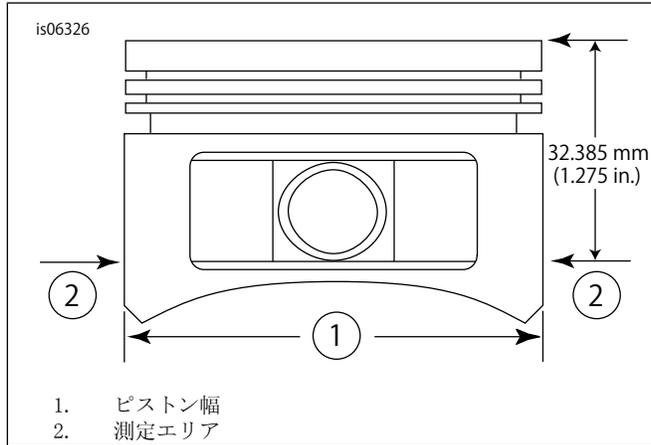

図2。ピストン測定
5. 「図2」を参照してください。ピストン幅(1)を、ピストンピン穴の両側から水平に90度、ピストン(2)のデッキ面(上)から1.275in下で測定します。この位置のピストンとシリンダーのフィットについては、「表6」を参照してください。